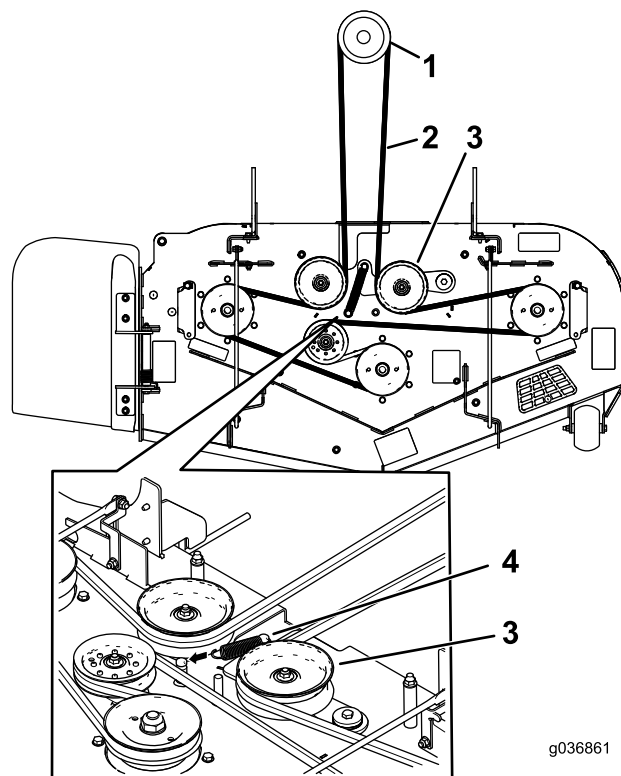

Figura 74
7. Pase la correa nueva alrededor de las poleas del cortacésped y de la polea del embrague, debajo del motor (Figura 74).
8. Instale el muelle tensor (Figura 74).